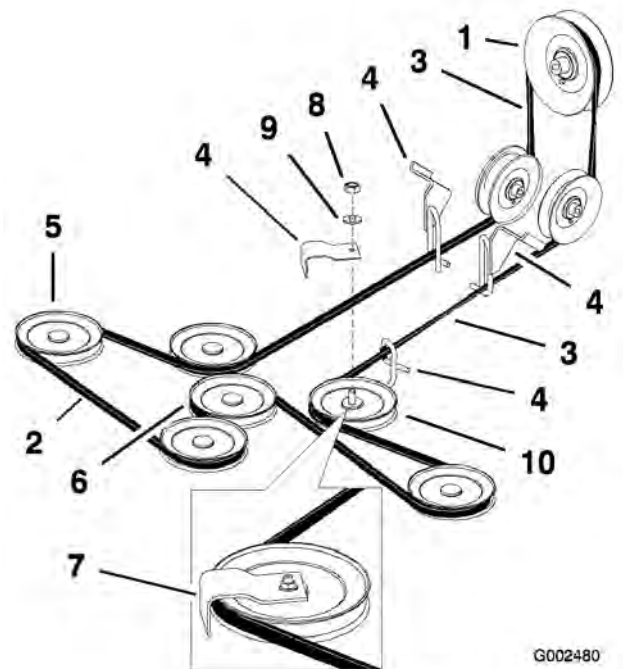

Figure 51
détendre la courroie sur la poulie de tension (Figure 51).
6. Dégagez la courroie de plateau de coupe des guides et déposez-la (Figure 51).
7. Installez la courroie neuve autour des poulies d'axe et de la poulie de tension du plateau de coupe, dans les guide-courroies, dans l'ensemble bras de tension arrière et l'embrayage (Figure 51).
Remarque: Vérifiez le vrillage de la courroie entre les poulies. Il doit être conforme aux spécifications de la Figure 51.
Important: Vérifiez le vrillage de la courroie entre les poulies. Il doit être conforme aux spécifications de la Figure 51.